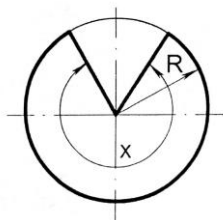

Рис. 5.12
5.18. З кружечка фільтрувального паперу радіуса R (рис.5.12) треба вирізати сектор з кутом x і згорнути його в конусоподібний фільтр. Сектор якого кутового розміру x треба вирізати, щоб із нього отримати фільтр найбільшої місткості?